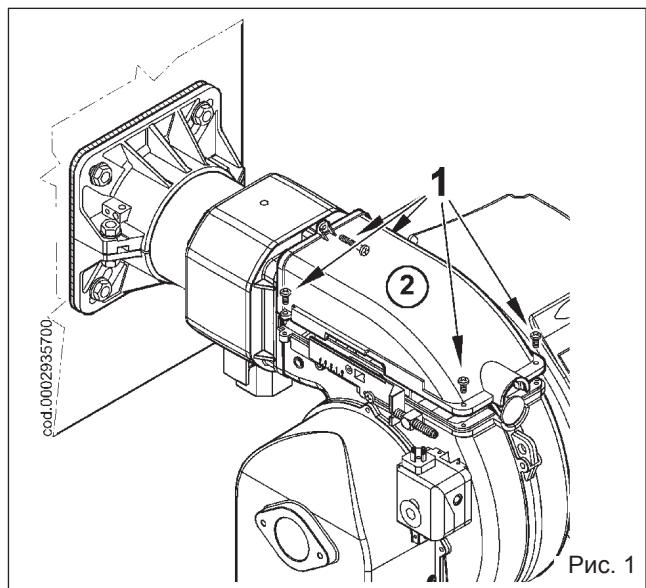

Рис. 1
- Открутите винты (1) и снимите крышку (2), смотрите рисунок 1.
- Выполните инструкции, данные в параграфе "Техобслуживание", выньте узел смешения и снимите винт (1), соединяющий шток продвижения (2) узла с газоподающей трубой (3).
- Снимите винт (5), соединяющий газовый смеситель (6) с трубой (рис. 1).
- Поверните на 180° коленчатый фитинг (4) и смеситель (6) так, чтобы вход газа был обращен вверх (рис. 1). Снова закрепите смеситель и шток продвижения узла к газоподающей трубе.
- Теперь снимите 4 гайки (7), показанные на рисунке 2, освободите огневую трубу (8) от соответствующих шпилек и установите ее обращенной вверх резьбовым соединением для крепления газовой рампы.